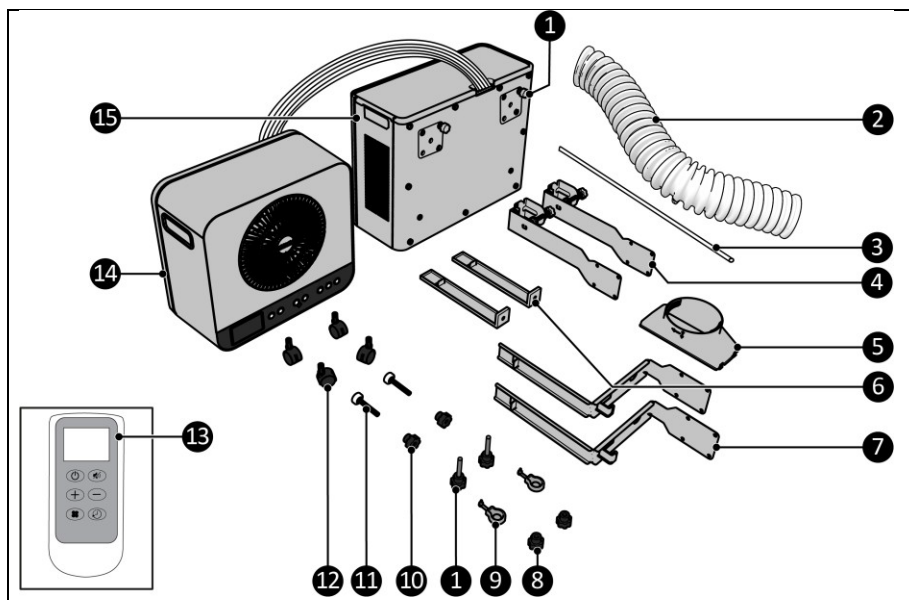
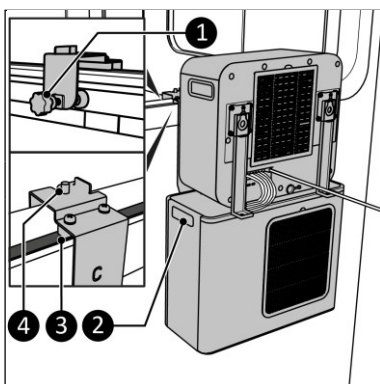
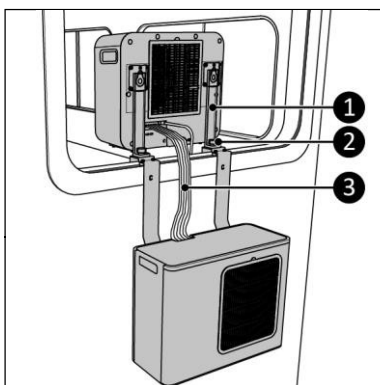

Figura 2
Figura 9
Figura 10
Questo dispositivo LAMINOX è un condizionatore portatile per caravan e abitazioni facile da usare (Figura 2). È adatto per l'uso in roulotte o camper e per l'uso domestico interno. Il dispositivo garantisce un raffreddamento in continuo e produce acqua di condensa.
9. Collocare l'unità completa nella finestra utilizzando le maniglie laterali dell'unità esterna (Figura 9, pos. 2). Assicurarsi che i blocchi grigi (Figura 9, pos. 3) si trovino nella guarnizione della finestra.
10. Serrare manualmente le viti (Figura 9, pos. 1) sul caravan.
11. Assicurarsi di avere i tappi a vite (Figura 2, pos. 8) a portata di mano per le filettature della staffa (Figura 9, pos. 4).
12. Sollevare l'unità interna dalla finestra e posizionare i ganci (Figura 10, pos. 1) sull'estremità filettata (Figura 10, pos. 2).
13. Stringere i tappi a vite (Figura 2, pos. 8) sulle filettature (Figura 10, pos. 2).
15. Inserire il tubo del refrigerante (Figura 10, pos. 3) tra l'unità interna e quella esterna. Non piegare il tubo del refrigerante in curve più piccole di 30 mm.